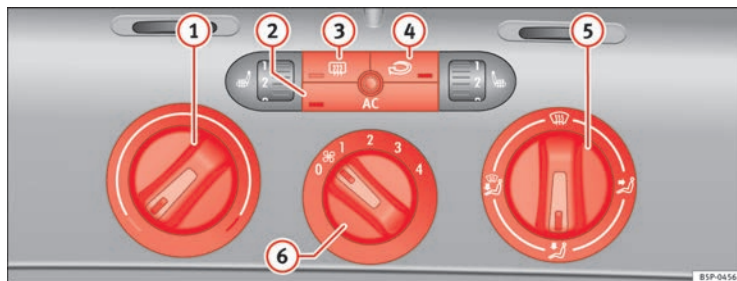

Fig. 127 Mandos del Climatic en el tablero de instrumentos
- Con los reguladores ⇒ fig. 127 ① y ⑤ y con el mando ⑥ se regula la temperatura, la distribución del aire y la velocidad de la turbina.
- Pulse la tecla ②, ③ o ④ para activar o desactivar la función correspondiente. Cuando la función está activa, la ventana situada en la esquina inferior de la tecla se ilumina.
- ① Regulador de temperatura ⇒ página 164
- ② Tecla **AC** – Encender o apagar el grupo refrigerador ⇒ página 164
- ③ Tecla – Luna térmica. Esta función se apaga automáticamente aproximadamente 20 minutos después de haberla conectado. Se puede desconectar antes pulsando de nuevo la tecla.
- ④ Tecla – Recirculación de aire ⇒ página 166
- ⑤ Regulador de la distribución de aire ⇒ página 164
- ⑥ Mando de la turbina. El caudal de aire tiene 4 niveles de ajuste. La turbina debería funcionar siempre en el nivel más bajo cuando se circule a poca velocidad.
- Encienda el climatizador con la tecla ⇒ **página 163, fig. 127** .